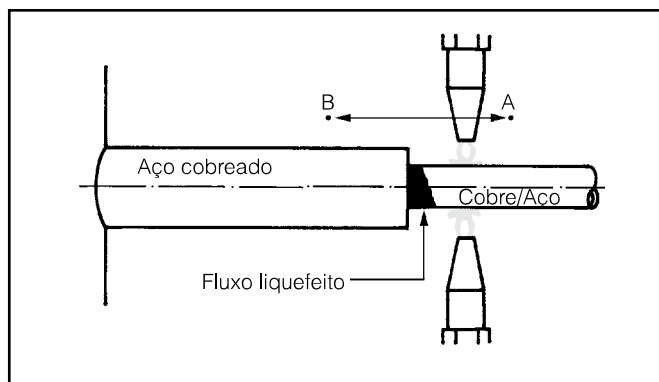

FIG. 8
3.1.2.3 Aqueça uniformemente o tubo macho e o tubo fêmea, sem incidir a chama diretamente sobre a porção que possui fluxo, movimentando a chama do ponto A ao ponto B e vice versa (Fig. 8).